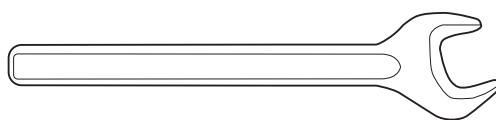

Fig. 12
- La chiave fissa in dotazione (fig. 12).
5. Montare la punta utilizzando la chiave fissa (fig. 12).
- Den mitgelieferten festen Schlüssel (Abb. 12).
5. Den Bohrer mit Hilfe des festen Schlüssels befestigen (Abb. 12).
- La clé à ouverture fixe fournie (Fig. 12).
5. Monter le trépan à l'aide de la clé à ouverture fixe (Fig. 12).
- De meegeleverde steeksleutel (Fig. 12).
5. Plaats de boor met behulp van de steeksleutel (Fig. 12).